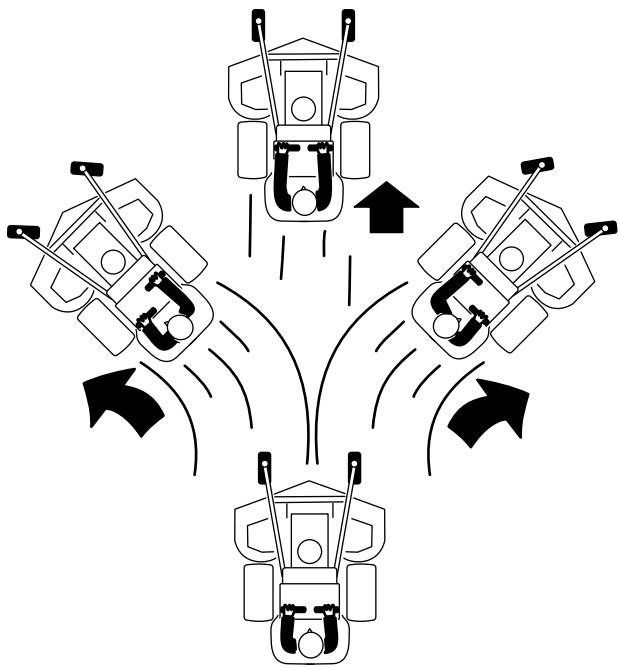

図 19
- 4. 走行コントロールレバーをゆっくりと前に倒す図 19。